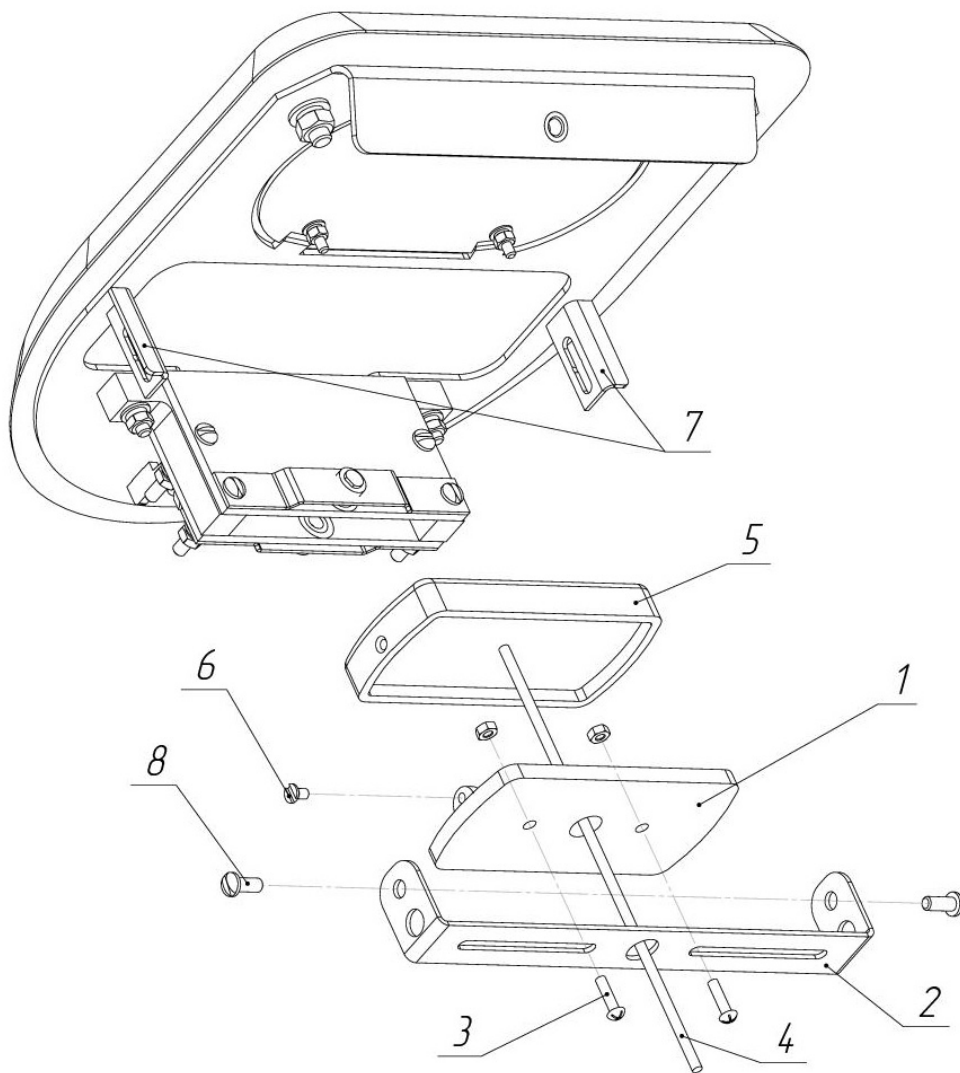
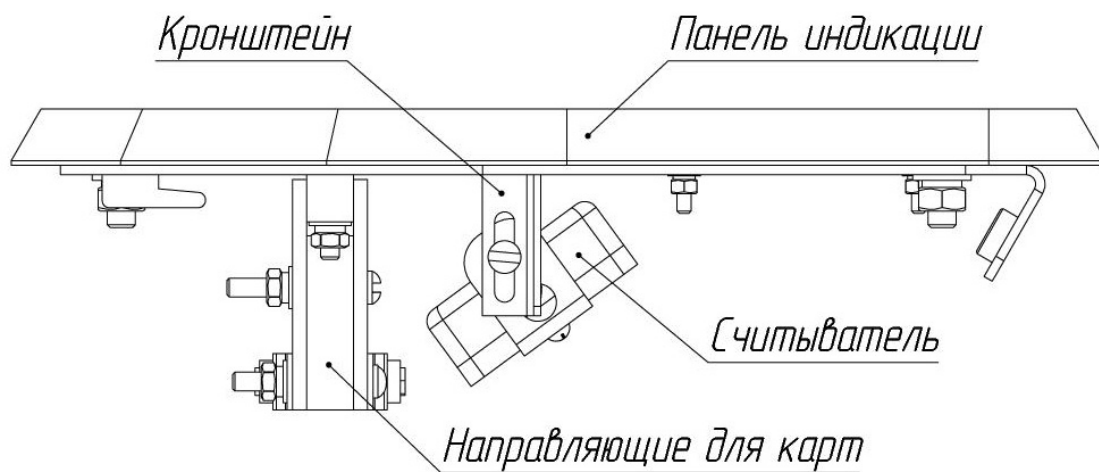

Рис. 15. Схема установки считывателя бесконтактных карт
Рис. 16. Рекомендуемый вариант установки считывателя бесконтактных карт
6.5.3. Выкрутите 2 винта М4 (8, рис. 15) и снимите универсальный кронштейн для считывателей (2, рис. 15).
6.5.4. Разберите считыватель, выкрутив винт М3 (6, рис. 15), и установите его нижнюю часть (1, рис. 15) на кронштейн, используя крепеж (3, рис. 15).
6.5.5. Заведите кабель считывателя (4, рис. 15) в отверстие кронштейна, установите верхнюю часть считывателя (5, рис. 15). Закрутите винт М3 (6, рис. 15).
6.5.6. Зафиксируйте кронштейн на держателях (7, рис. 15), используя винты М4 (8, рис. 15). Рекомендуется устанавливать считыватель под углом 40...50° к направляющим для карт (рис. 16). В